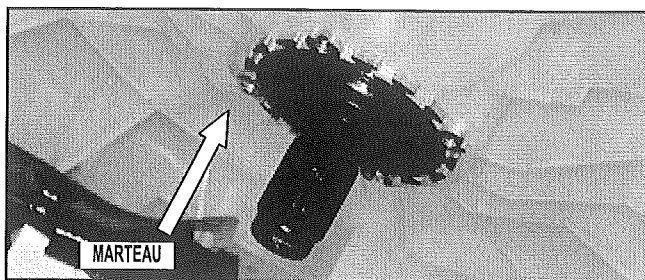

FIGURE 7
11. Retirer l'arbre d'entraînement et son joint (avec un marteau). Voir Figure 7.